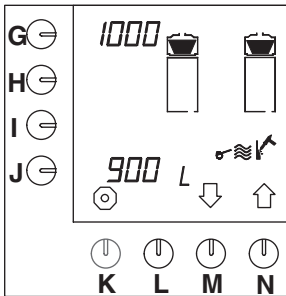

Fig. 26 Ontkalkingsteller koffiezetstelsysteem
- De ontkalkingsteller verschijnt in het display (fig. 26).
- In het display (fig. 26) is naast programmeertoets (G.) te zien, na hoeveel liters koffie er ontkalkt moet worden.